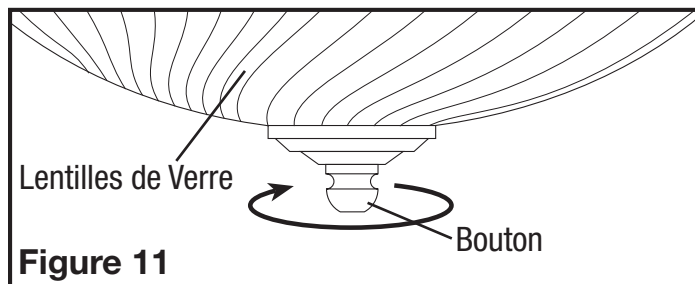

Figure 11
2. Enlever les lentilles de verre de la grille en dévissant le bouton au haut des lentilles (Figure 11).
3. **Remplacement de l'ampoule:** déconnecter l'alimentation de l'unité. Enlever les lentilles en verre de la grille en dévissant le bouton au haut des lentilles (**Figure 11**). Remplacer l'ampoule (les ampoules) avec une (des) ampoule(s) incandescente(s) à culot moyen de type A19 de 60 watts au maximum.